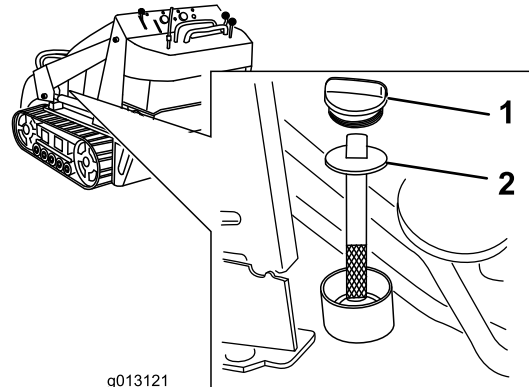

Figure 65
5. Enlevez le bouchon et la jauge du réservoir hydraulique (Figure 65).